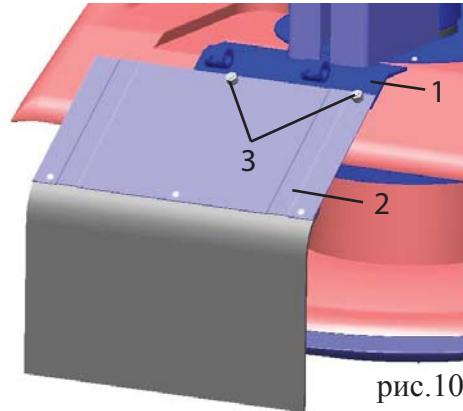

рис.10
6.4. Прикрепить щиток (2) к уголку (1) с помощью болтов M6 (3), закрепив шайбой с гайкой (рис.10).